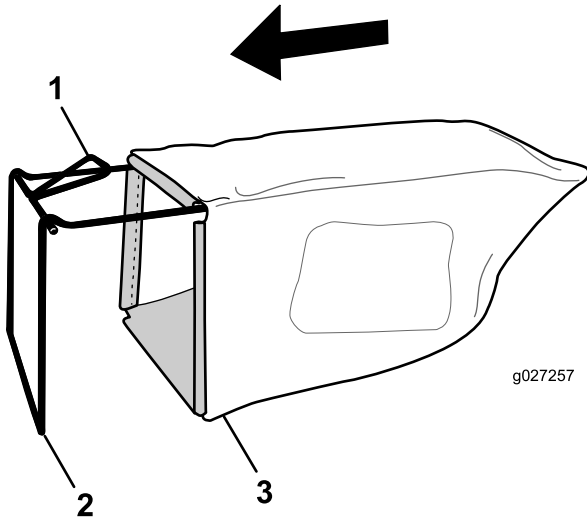

Bild 8
1. Schieben Sie den Fangkorb auf den Rahmen, wie in Bild 8 abgebildet.
Hinweis: Schieben Sie den Grasfangkorb nicht über den Holm (Bild 8).